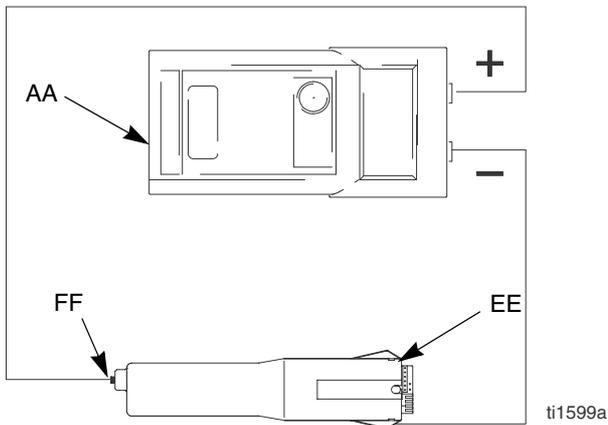

Fig. 11. Prueba de resistencia de la alimentación eléctrica
1. Desmonte la fuente de alimentación (18), página 31.
2. Desconecte el alternador de la turbina (19) de la fuente de alimentación, página 32.
3. Mida la resistencia desde las tiras de tierra de la alimentación de energía (EE) respecto al contacto conductivo en el centro del sello de la alimentación de energía (FF). Véase la FIG. 11.